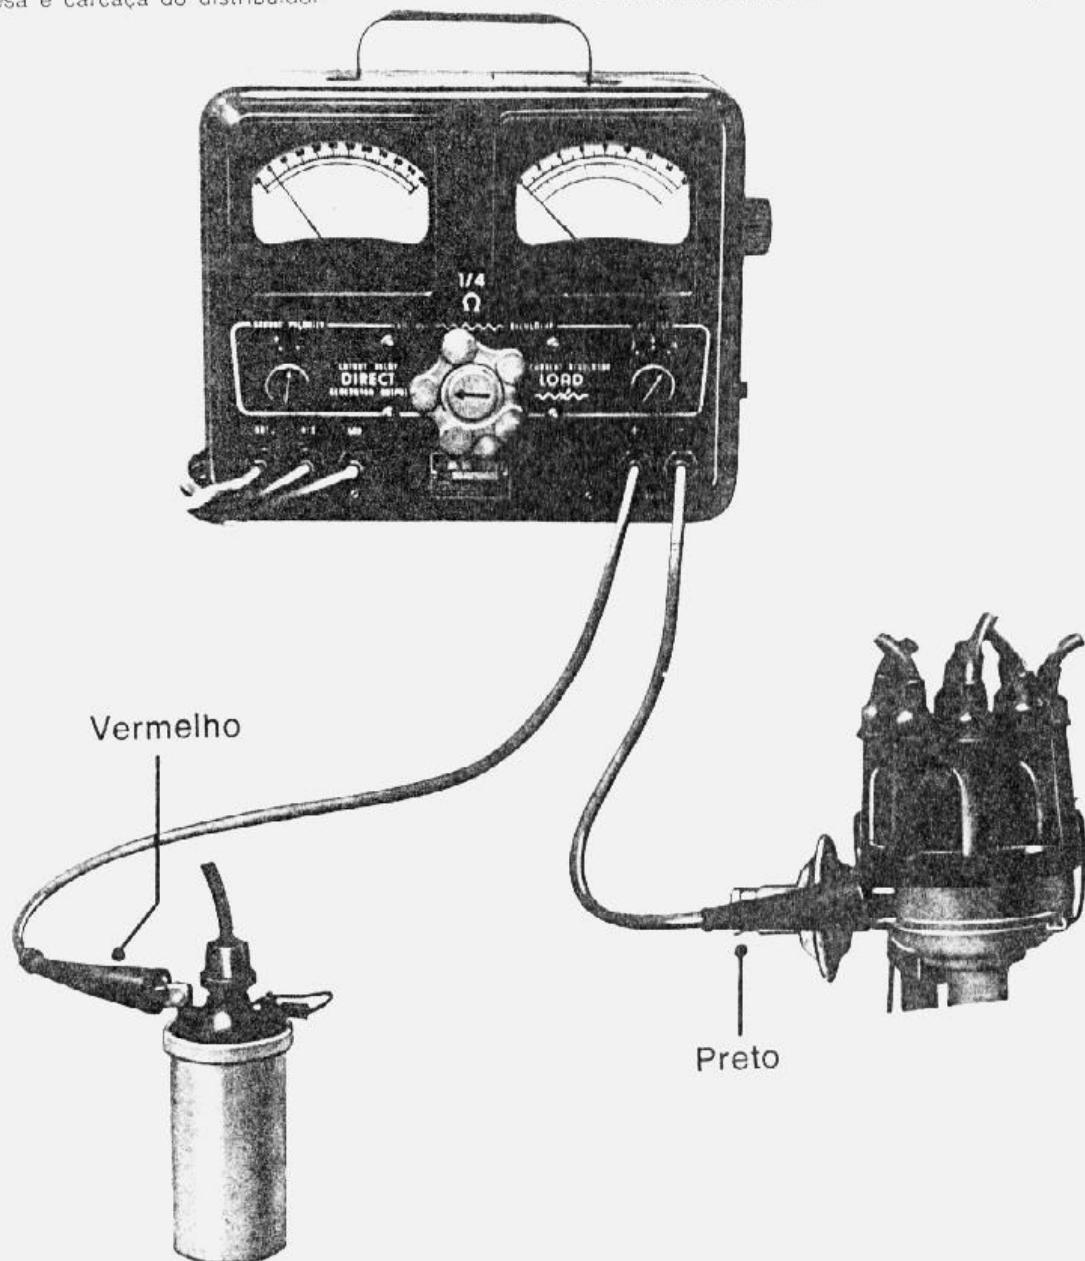

fig. 5 — teste da bobina à massa
1. Ligar os terminais dos condutores do voltmetro conforme ilustra a fig. 5.